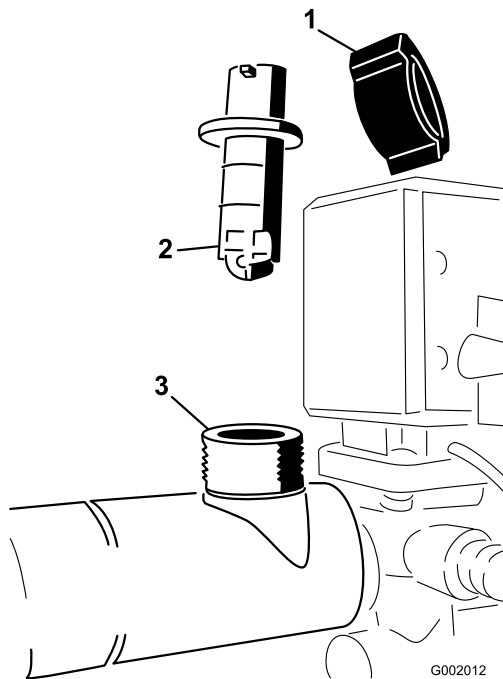

Bild 74
2. Nehmen Sie den Befestigungsdeckel vom Gehäuse des Durchflussmessers ab (Bild 74).